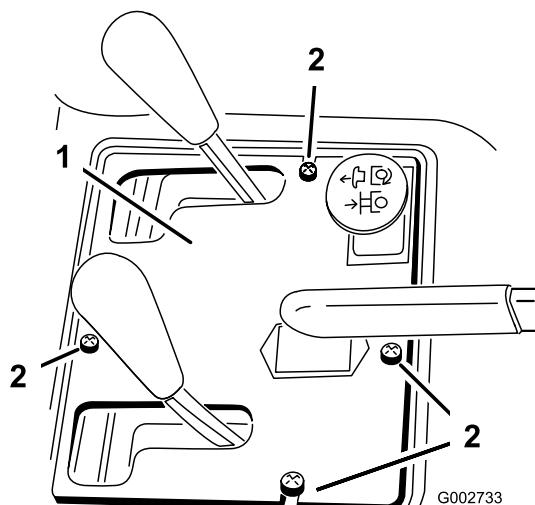

図 38
2. コントロールパネルをフレームに固定しているねじ4本を外す 図 38。